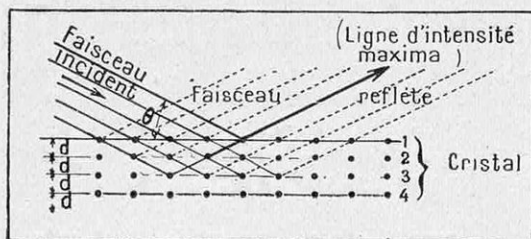

FIG. 2. — RÉFLEXION D'UN FAISCEAU DE RAYONS X PAR UN CRISTAL
(1) Sans entrer dans le détail, rappelons seulement que le spectre X (étudié par Moseley) présente dans ses raies une précision et un ordre absolument mathématique et infiniment plus rigoureux que celui des raies du spectre visible.
(3) L'incidence se mesure relativement au plan cristallin, non avec la normale, comme en dioptrique classique.
ble (1). Lancé sur une face plane du cristal, cette onde X très précise cherche, elle aussi, son chemin vers l'intérieur. Or, il est évident (voir le schéma fig. 2) que, pour une incidence privilégiée  $\theta$ , le mouvement périodique de l'onde va se trouver accordé avec son parcours entre deux plans successifs du réseau cristallin, figurés par les nœuds atomiques.